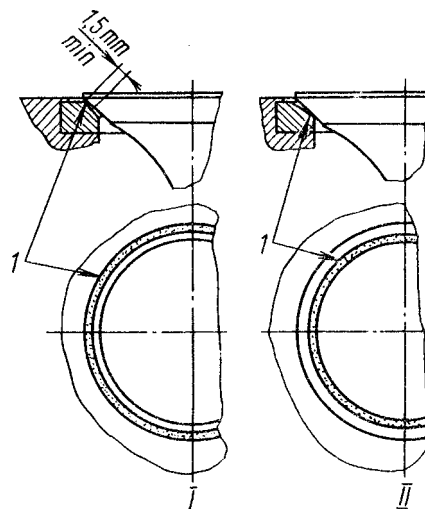

Рис. 96. Расположение матового пояска на седле клапана: I - поясок притертый; I - правильное; II - неправильное
- нанесите на фаску седла клапана тонкий равномерный слой пасты, смажьте стержень клапана моторным маслом. Притирку производите возвратно-вращательным движением клапана дредлю с присоской или приспособлением. Нажимая клапан, поверните его на 1/3 оборота, затем — на 1/4 оборота в обратном направлении. Не притирайте клапаны круговыми движениями. Притирку продолжайте до появления на фасках клапана и седла равномерного матового пояска шириной не менее 1,5 мм (рис. 96);
При правильной притирке матовый поясок на седле головки должен начинаться у большего основания конуса седла, как показано на рис. 96.